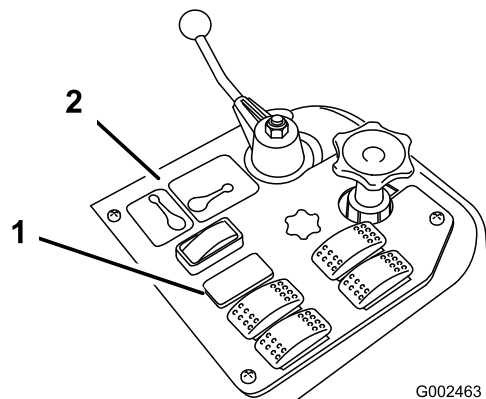
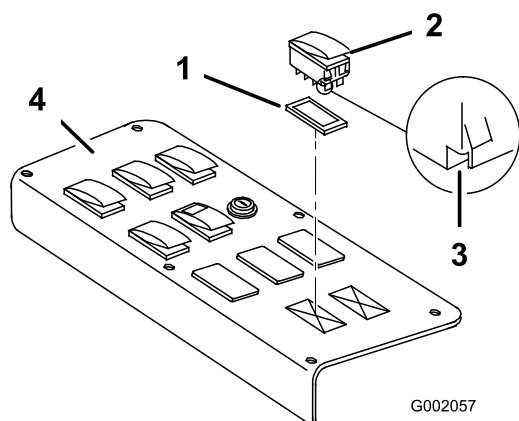

Figura 17
Figura 18
- 1. Remova o painel de controlo de pulverização para expor o lado inferior (Figura 17 para o 1200 e Figura 18 1250).
2. Remova o tampão na ranhura da rampa sonic a partir do painel de controle de pulverização no veículo e instale o interruptor de oscilação fornecido no sítio (Figura 17 para o 1200 e Figura 18 1250).
Nota: Certifique-se de que a orientação do interruptor corresponde à que é mostrada em Figura 18, com o entalhe a apontar para a traseira do veículo.